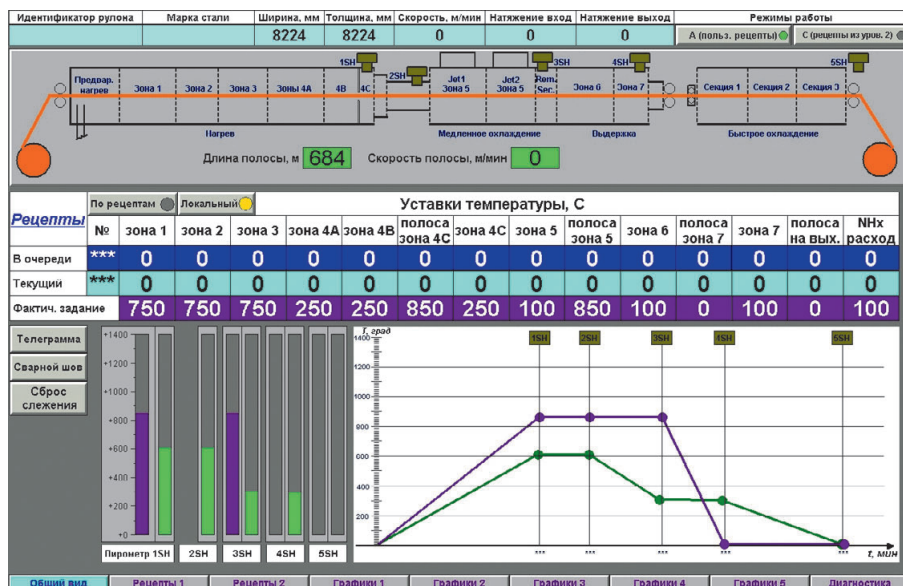

Рис. 8. Главный экран системы визуализации агрегата
Для контроля параметров теплового и газового режимов агрегат оборудован контрольно-измерительными приборами и средствами автоматизации. Они расположены непосредственно на камерах агрегата или трубопроводах. На рис. 8 приведена копия главного экрана системы визуализации агрегата.
- температура в каждой из шести зон (1, 2, 3, 4A, 4B, 4C – см. верхнюю часть рис. 8);